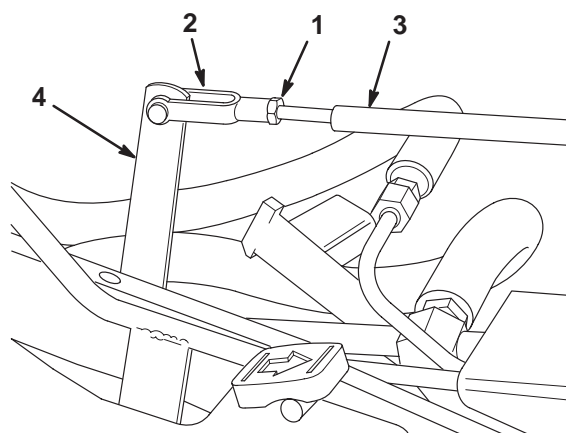

Figure 46
3. Déplacez le levier de réglage à la main pour mettre les pédales de tonte et de relevage au même niveau, puis réglez la chape sur la tige de commande de manière à aligner le trou de la chape et celui du levier de réglage (Fig. 46).